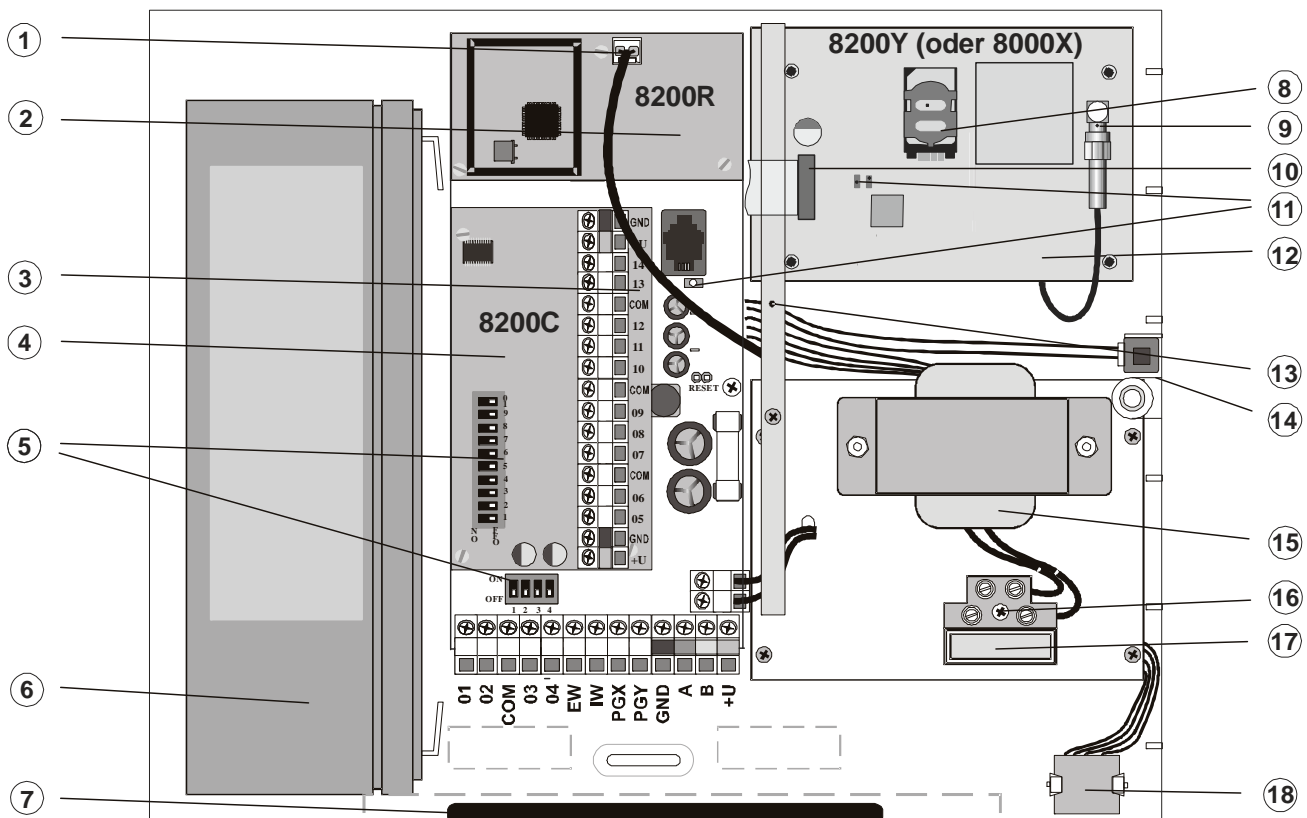

Abb. 5: Aufbau der Zentrale 8200K
- Das Funkmodul 8200R wird mit dem Anschluss 21 verbunden (s. Abb. 5/6) und mit den mitgelieferten Steckbolzen befestigt. Die Modulantenne ist im Lieferumfang enthalten.
- Das Kommunikationsmodul wird über das Verbindungskabel mit dem Anschluss 23 verbunden (s. Abb. 5/6) und mit den mitgelieferten Steckbolzen befestigt.
- Wenn Sie ein GSM-Wählgerät (8200Y) installieren und das GSM-Signal am Installationsort stark ist, kann die selbstklebende Antenne direkt auf einer flachen Oberfläche auf Position 7 (siehe Abb. 5/6) befestigt werden. Bei einem schwachen GSM-Signal empfehlen wir die Verwendung einer Stabantenne ANT05 oder ANT04.